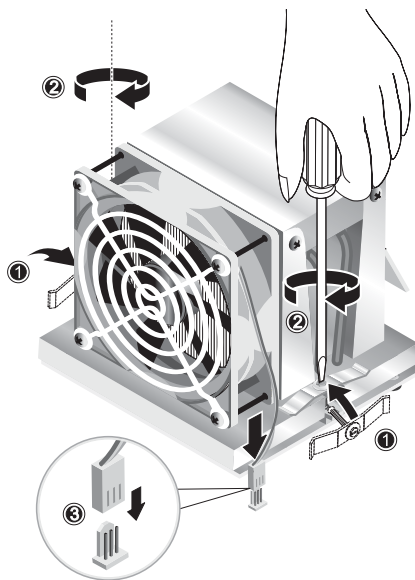

ABBILDUNG 4-13 Befestigen der Kühlkörper-/Lüfterbaugruppe
9. Bringen Sie die Halteclips der Kühlkörper-/Lüfterbaugruppe in Position (siehe (1) in ABBILDUNG 4-13).
10. Ziehen Sie die Befestigungsschrauben abwechselnd an, bis sie fest sitzen (2).
11. Verbinden Sie das CPU-Lüfterkabel mit dem Anschluss an der Hauptplatine (3).